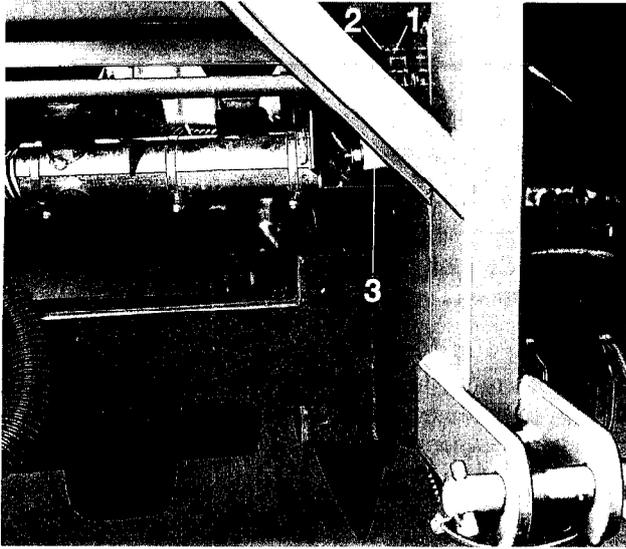
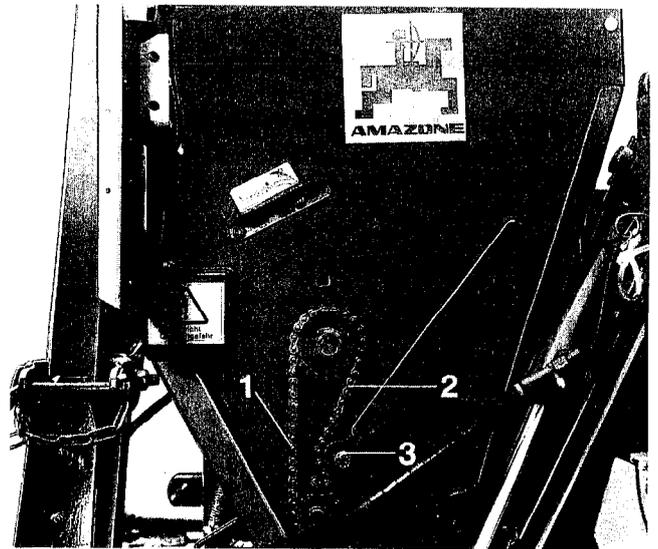

Fig. 82
Fig. 83
8. **Kettentriebe (Fig. 82/1 und Fig. 83/1) für Düngerspindel zu den Düngerscharen (Fig. 67/2) der äußeren Säaggregate (Fig. 67/3) beim AIRPLANTER ED 450-K.** Nach Abnahme der Schutzkästen wird jeweilige Kette (Fig. 82/2 bzw. 83/2) über Exzenterpannklotz (Fig. 82/3 bzw. 83/3) gespannt. **Schutzkästen montieren.**